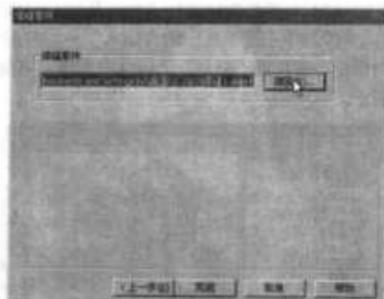

图 9-13 “焊缝零件”对话框
- (5) 单击“下一步”按钮，弹出“焊缝零件”对话框。单击“浏览”按钮，在弹出的“另存为”对话框中，导览至希望保存文件的文件夹，输入一个新的零件名称“焊缝 1.sldprt”，单击“保存”按钮，返回“焊缝零件”对话框，如图 9-13 所示。
- (6) 单击“完成”按钮，关闭“焊缝零件”对话框。此时，在装配体中生成了焊缝 1，同时在特征管理器设计树中增加了零件“焊缝 1”，并在生成焊缝时，焊接符号会自动附加到